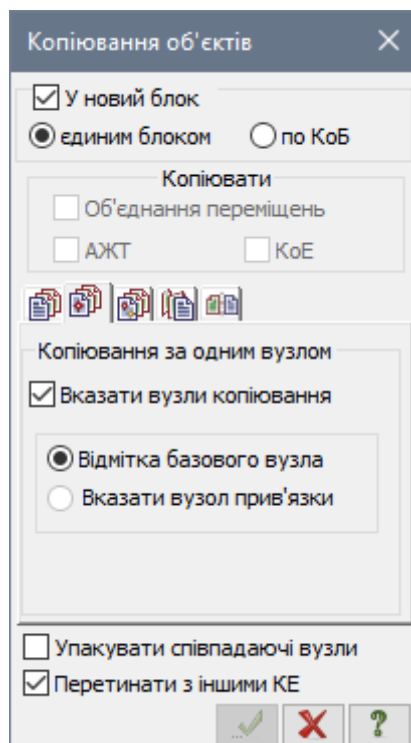

Рис. 12.8. Діалогове вікно **Копіювання об'єктів**
- В цьому вікні перейдіть на другу закладку **Копіювання за одним вузлом** (рис. 12.8).